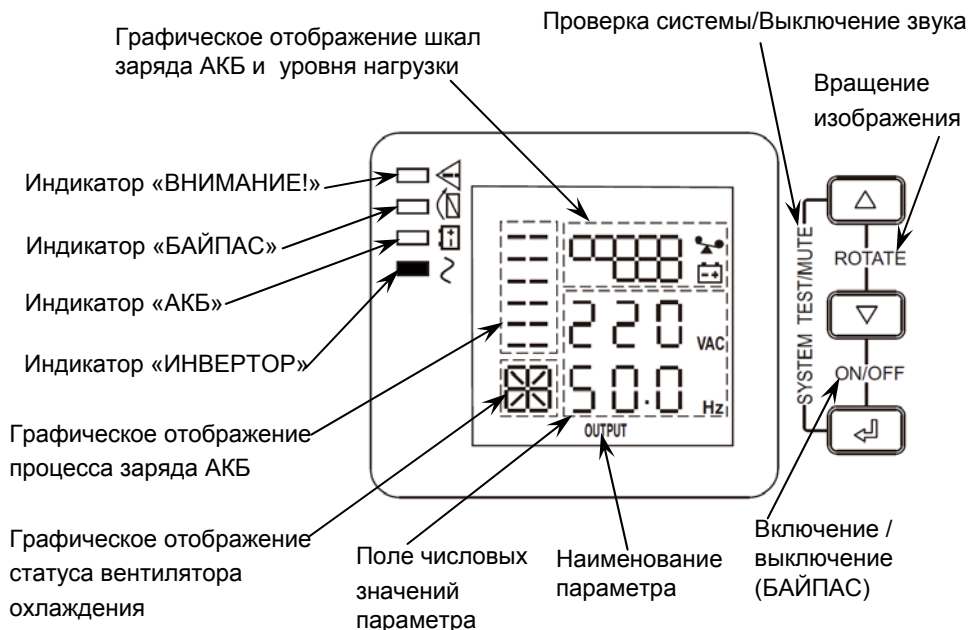

Рисунок 3. Передняя панель изделия при монтаже в горизонтальном положении (на ЖК-дисплее отображены выходные параметры изделия (параметр OUTPUT))
На ЖК—дисплее отображаются значения основных параметров изделия (см. рисунок 3).
- ◀ При наличии напряжения питающей сети в пределах допустимого диапазона (см. п.1...п.3 таблицы 1) изделие питает нагрузки и осуществляет заряд АКБ. На ЖК-дисплее отображается величина выходного напряжения и значение его частоты (см. рисунок 3).